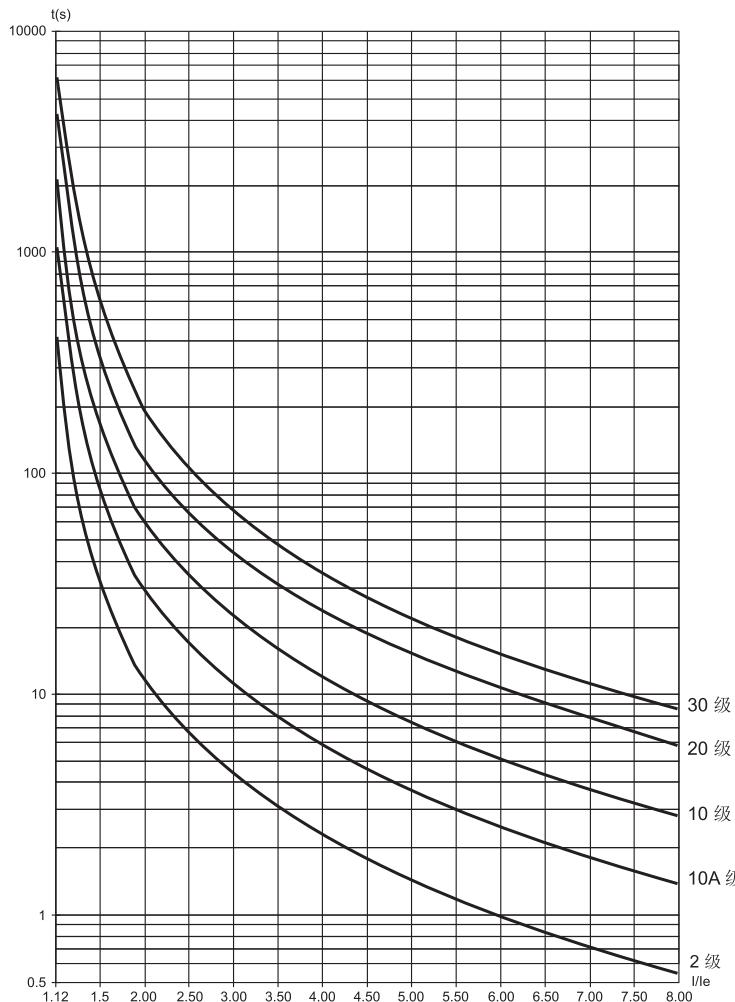

图4.1 电机热保护曲线（热态）
F12 过载保护等级 可设定范围：0：2级；1：10A级；2：10级（标准应用）；3：20级（重载应用）；4：30级（超重载应用）设置软起动器对电动机的热过载保护级别。具体曲线请查看第23页图4.1的过载保护。
- 8) 运行过载保护时间：以代码F07和F19设定值为基准，按IEC60947-4-2标准曲线做反时限热保护，如图4.1：